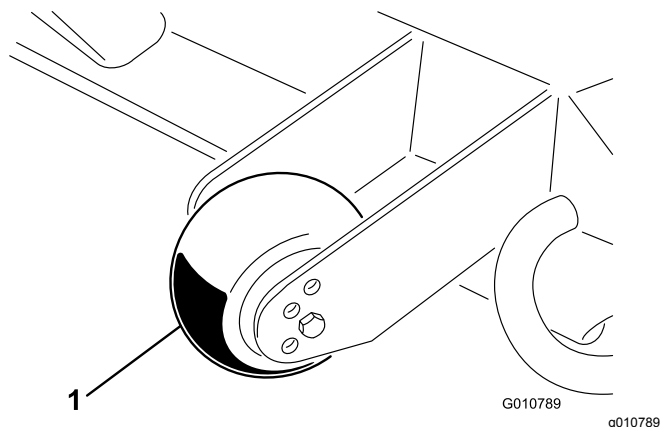

Figura 12
1. Retire el tornillo de caperuza y la tuerca que fijan la rueda niveladora a los soportes de la unidad de corte (Figura 12).